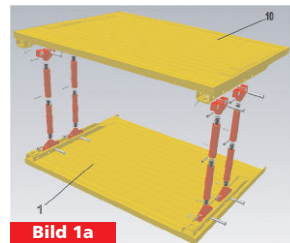

Bild 1a
4. Montage (siehe Bild 1a/1b):
- Platte (1) mit den Führungspfosten (2) nach oben auf ebenes Gelände legen.
- Vier vorgespannte Federpilze (3) in die Führungsprofile der Führungspfosten einführen. Entsprechende Steckbolzen (4) d = 43 mm, L = 212 mm in die vorgesehenen Aufnahmelöcher des Führungspfostens stecken und mittels Federstecker sichern. Federpilze durch Lösen der Muttern (5) entspannen.